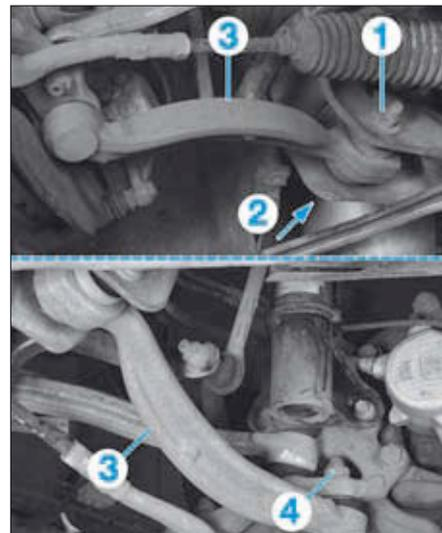

FIG. 18
- Remplacer les vis (5).
- Déposer l'écrou (1) (Fig.18).
*Lors de la dépose de l'écrou (1), la vis (2) ne doit pas tourner sous risque de détruire les ergots de fixation.*
- Déposer la vis (2).
- Rabattre vers le bas la barre transversale (3).
- Déposer l'écrou (4).
- A l'aide d'un arrache rotule, dégager la barre transversale (3) de la fusée.
- Récupérer la barre transversale (3).